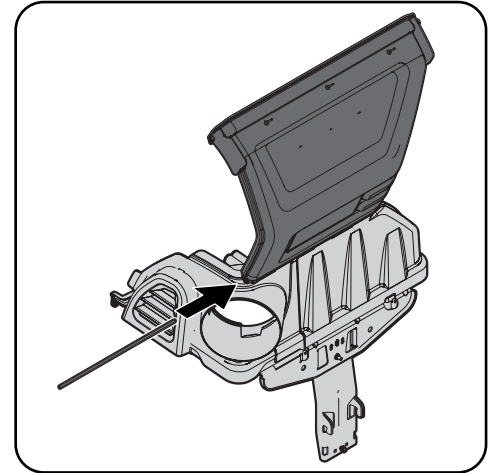

Figura 4-15
3. Si no viene armado de fábrica, coloque el protector de la embolsadora en la cubierta de la misma insertando primero un extremo en el montaje de corte correspondiente. Asegúrese de calzar el protector debajo del reborde, como en la Figura 4-15.